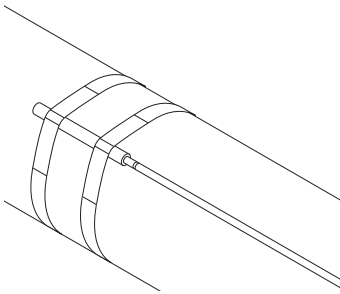

Abbildung 7: Montage des Temperaturfühlers am Rohr
- Temperaturfühler sind auf der Oberseite der Rohrleitung zu positionieren. (Abbildung 7)
- Die richtige Position ist durch zwei Glasseide-Klebebändern zu fixieren. (Abbildung 7)